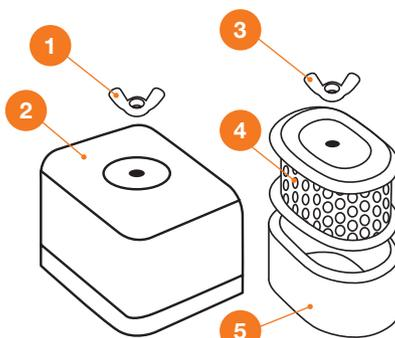

Рис. 28
- Установку воздушного фильтра производите в обратном порядке (Рис. 28).